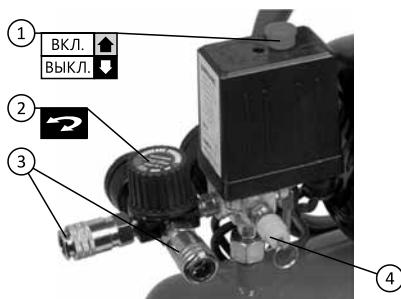

Рис. 4. Положения мембранных переключателя при запуске и регулировка давления редукционным клапаном
4. Откройте выпускной клапан, установите кнопку мембранных переключателя (прессостата) в положение ВКЛ. (рис. 4) и запустите компрессор на 10 мин. в свободном режиме, чтобы убедиться, что все движущиеся детали достаточно смазаны перед очередной эксплуатацией.
6. Давление сжатого воздуха на выходе может регулироваться редукционным клапаном. Потяните вверх ролик редукционного клапана на 81-140, (на других компрессорах поднимать ролик не нужно) и вращайте его по часовой стрелке, чтобы повысить давление (рис. 4).